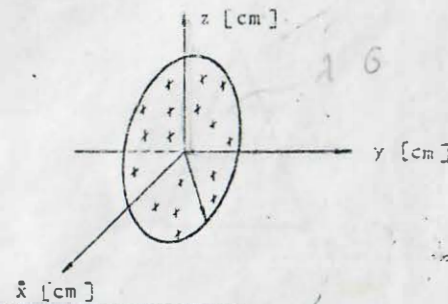

Figura P1.6
1.5 Suponga una superficie circular de radio  $a = 20 \text{ cm}$ , con una carga  $Q = 40 \mu\text{C}$  uniformemente distribuida en ella. Considere el sistema de referencia de la figura P1.6, en el cual el eje "y" coincide con la perpendicular a la superficie que pasa por el centro y calcule: